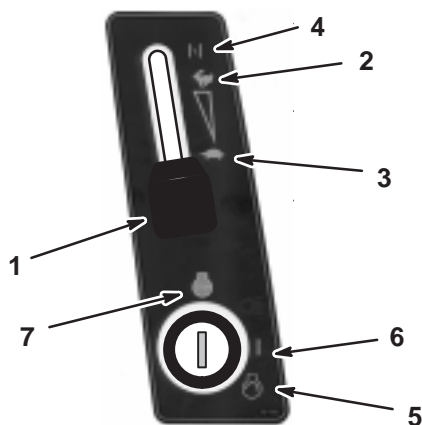

Figure 11
6. Réglez la manette d'accélérateur en position de ralenti (Fig. 11).
7. Tournez la clé de contact dans le sens des aiguilles d'une montre et maintenez-la en position de Démarrage (Fig. 11). Relâchez la clé quand le moteur démarre.
8. Lorsque le moteur a démarré, amenez progressivement la manette d'accélérateur en position de régime maximum (Fig. 11).
1. Placez la manette d'accélérateur en position de ralenti (Fig. 11).
2. Tournez la clé de contact en position Contact coupé (Fig. 11).